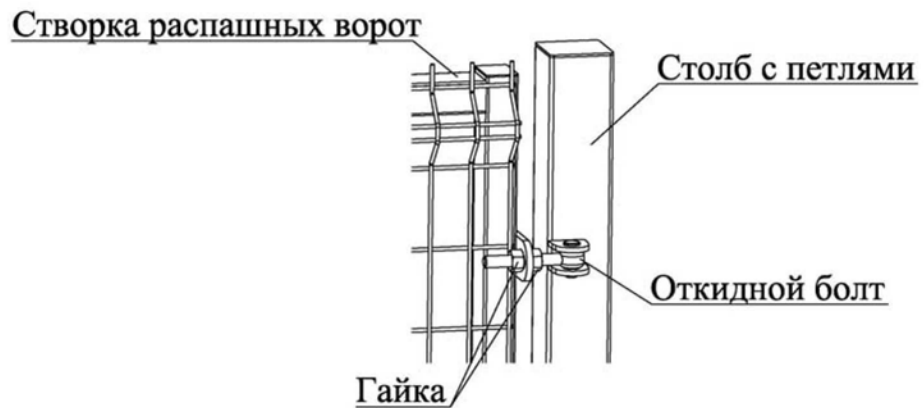

Рисунок 2
5. На откидные болты повесить створки ворот, выставить их по вертикали и горизонтали, используя уровень и закрепить с помощью гаек (смотри рисунок 2).